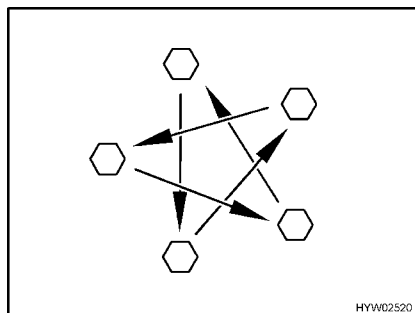

Fig. 303 Serrare a croce i dadi o i bulloni delle ruote
- Controllare regolarmente il serraggio dei dadi o dei bulloni. Regolare il serraggio dei dadi delle ruote o dei bulloni delle ruote di una ruota sostituita dopo circa 50 km (Fig. 303). Coppia di serraggio vedi paragrafo 14.5.2.
- Se si utilizzano cerchioni nuovi o riverniciati, regolare il serraggio dei bulloni o dei dadi dopo altri 1000 - 5000 km (Fig. 303).
- ▷ Serrare a croce i dadi o i bulloni delle ruote (Fig. 303).